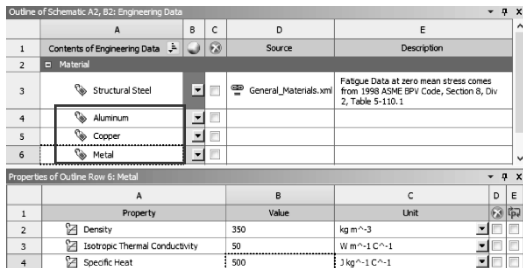

图 3-10 材料属性
(1) 编辑工程数据单元：右键单击【Engineering Data】→【Edit】。
(2) 在工程数据属性中增加新材料：【Outline of Schematic A2, B2: Engineering Data】→【Click here to add a new material】，输入材料名称 Aluminum。
(3) 输入密度参数：在左侧单击【Physical Properties】展开→双击【Density】→【Properties of Outline Row 4: Metal】→【Density】= 2700kg/m^3 。
(4) 输入导热系数参数：在左侧单击【Thermal】展开→双击【Isotropic thermal Conductivity】→【Properties of Outline Row 4: Metal】→【Isotropic thermal Conductivity】= $156\text{W}/(\text{m} \cdot ^\circ\text{C})$ 。
(5) 输入比热容参数：在左侧单击【Thermal】展开→双击【Specific Heat】→【Properties of Outline Row 4: Metal】→【Specific Heat】= $963\text{J}/(\text{kg} \cdot ^\circ\text{C})$ 。
(6) 输入铜（Copper）材料的属性：过程与步骤（2）~（5）相同。
(7) 输入合金（Metal）材料的属性：过程与步骤（2）~（5）相同，如图 3-10 所示。
(8) 单击工具栏中的【A2, B2: Engineering Data】关闭按钮, 返回到 Workbench 主界面, 新材料创建完毕。